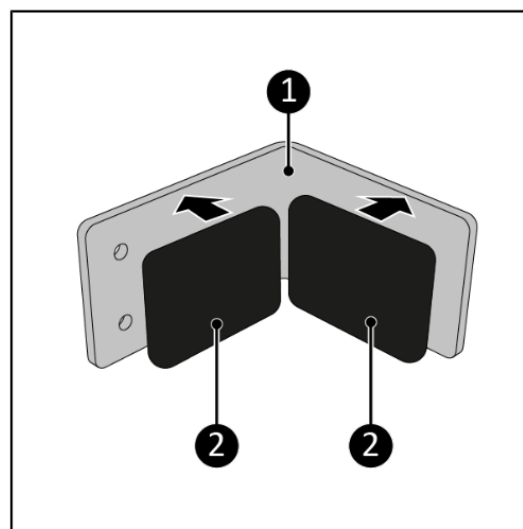

Figura 3.
4. Lipiți două spume antiderapante de 40 x 45 mm (Figura 3, articolul 2) pe interiorul părții superioare a suportului(12)(Figura 3, poz. 1).